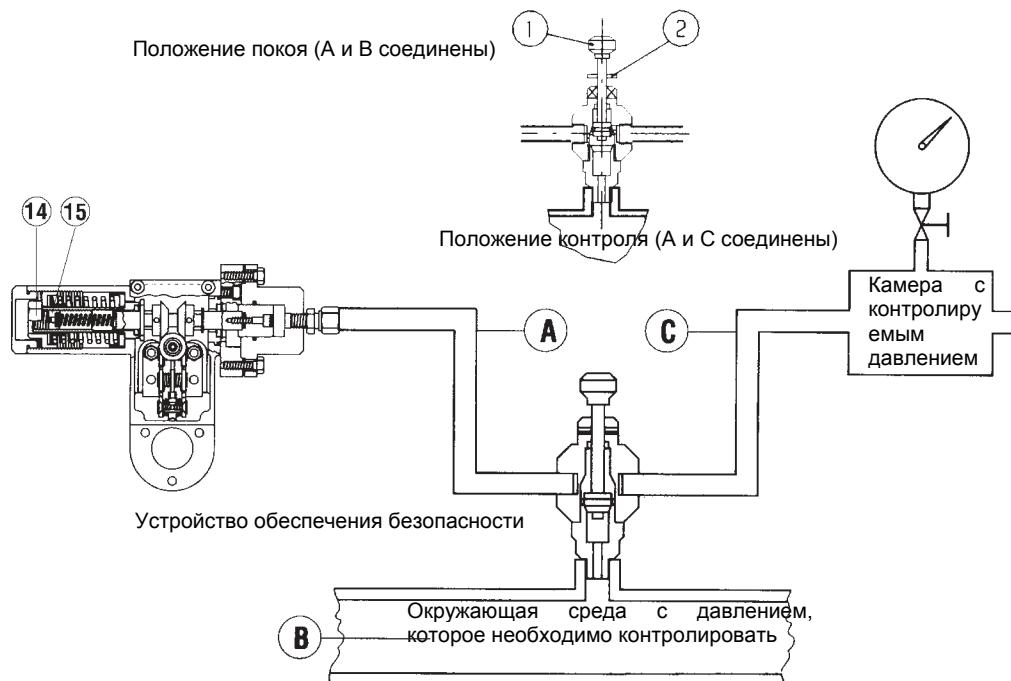

Рис. 21
А) Для отсекающих устройств соединенных с выходным трубопроводом посредством переключающего трехходового клапана "push" 11 необходимо действовать следующим образом (рис. 21):
- А) Для отсекающих устройств соединенных с выходным трубопроводом посредством переключающего трехходового клапана "push" 11 необходимо действовать следующим образом (рис. 21):
- A) Для отсекающих устройств соединенных с выходным трубопроводом посредством переключающего трехходового клапана "push" 11 необходимо действовать следующим образом (рис. 21):